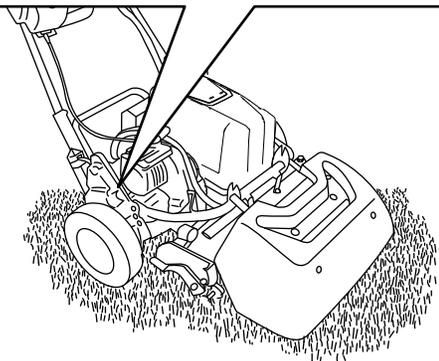

图 28
- 在机器的右后角找到靠近驱动装置壳体轮鼓的牵引接合/分离控制杆 (图 28)。